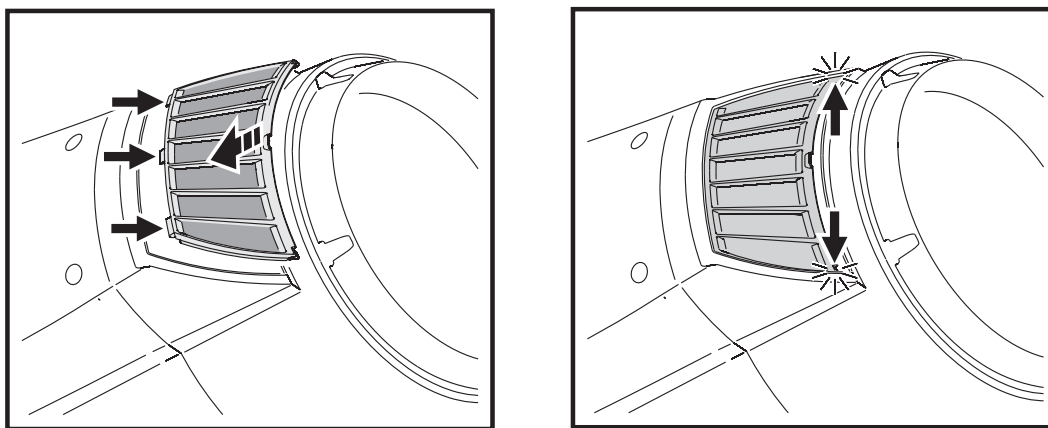

Figure 19: Remontage des filtres à air de la tête
6. Voir Figure 19. Engagez les 3 onglets des porte filtres de la tête dans les encoches prévues, compressez légèrement les porte filtres par les extrémités et engagez-les dans la tête pour les repositionner.